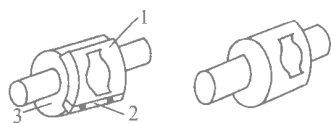

图 1-2 压凸模具
0.14mm 左右。模具装于滚筒上 滚筒的结构分整体式和装配式两种。如图 1-2 所示。装配式便于更换不同的压凸模具，整体式更能保证压凹凸的精度。整体式压凸钢模的制作方法一般有两种，第一种方法是在凸版电子雕刻机上对腐蚀层进行雕刻（可运用专用计算机软件进行无软版雕刻）然后进行腐蚀 刻印深度达到 1~1.2mm 。另一种方法是先机械雕刻，后经人工修整精加工制成压凸钢模。组装式压凸模具，大批量生产（上千万件）时，使用钢模，一般生产（几万到几十万）使用铜模或铜模电镀铬。铜模制作方法是，先设计好图案，再制胶片，腐蚀、修整加工。有平版和圆弧版腐蚀两种方法，平版腐蚀后需在专用夹具上弯成圆弧版，然后将圆弧铜版用强力胶粘在弧形钢板上即成组装式铜模。塑料阳模的加工方法是将塑料模毛坯的圆柱表面用火焰喷枪加热后与金属模对滚加压。